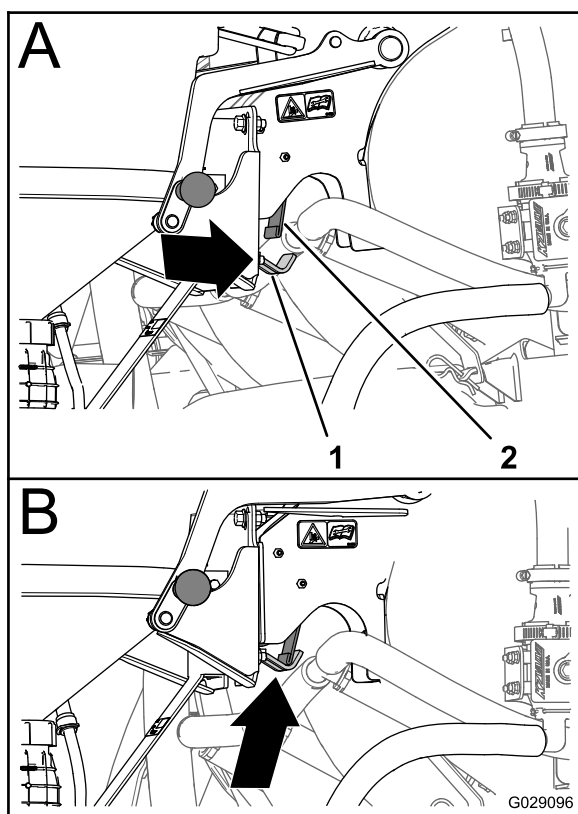

Рисунок 36
5. Когда защелка опорной пластины будет находиться под планкой пружины (вид А на Рисунок 36), поверните рукоятку эдуктора внутрь так, чтобы часть защелки с крюком была выведена за планку пружины (вид В на Рисунок 36).
1. Возьмитесь за рукоятку в верхней части люльки и потяните рукоятку эдуктора наружу так, чтобы часть защелки с крюком была выведена за пределы планки пружины (Рисунок 33 и Рисунок 36).